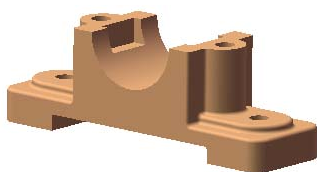

图 4.12.2 添加下基座
Step2. 添加下基座零件模型。进入装配环境后，系统会自动弹出“插入零部件”窗口，单击“插入零部件”窗口中的 **浏览(B)...** 按钮，在弹出的“打开”对话框中选取 D:\sw15\work\ch04.12\down_base.SLDPRT，单击 **打开(O)** 按钮；单击对话框中的 **✓** 按钮，将零件固定在原点位置，如图 4.12.2 所示。